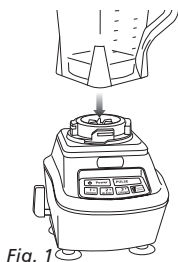

Fig. 1
- 2 Alignez et abaissez le pichet sur la base du moteur. (Fig. 1) La poignée devrait être alignée un peu vers la droite du symbole de « **VERROUILLAGE** » (Lock) sur la base du moteur.